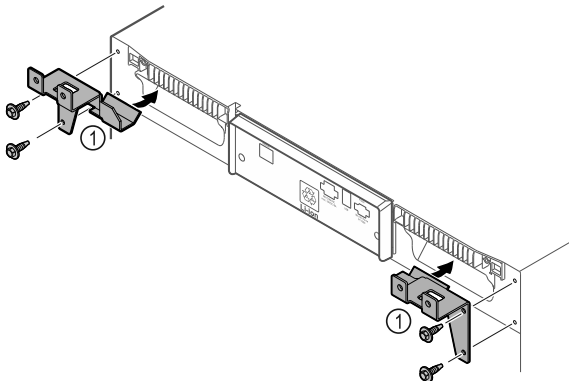

Fig. 8
- ▶ Montar en el electrodoméstico las piezas de sujeción Fig. 8 (1) con los tornillos incluidos.